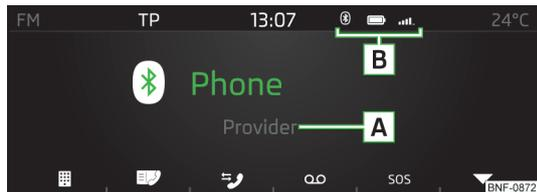

Fig. 111
- ▶ En el menú principal *Teléfono* pulse la tecla de función » fig. 111 de la pág. 90.
- ▶ Para **visualizar**, pulsar en el menú principal *Teléfono* la tecla de función » fig. 111 de la pág. 90.
- En el menú principal *Teléfono* pulse la tecla de función **▼** » fig. 111 de la pág. 90.
- Para **visualizar**, pulsar en el menú principal *Teléfono* la tecla de función **☰** » fig. 111 de la pág. 90.